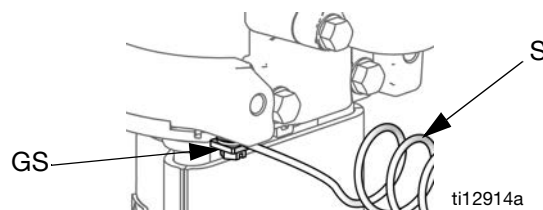

Fig. 2. Tornillo y cable de conexión a tierra
1. Bomba: Consulte la FIG. 2. Verifique que el tornillo de conexión a tierra (GS) esté fijado y apretado con seguridad en el motor neumático. Conecte el otro extremo del cable de conexión a tierra (S) a una tierra verdadera.